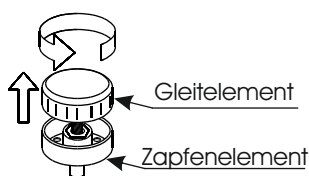
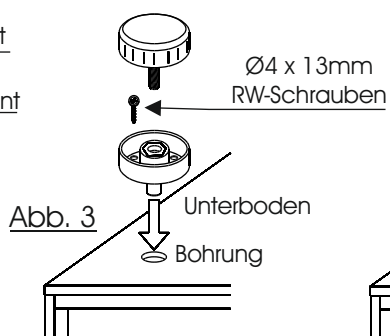

Abb. 2
Abb. 3
3. Drehen Sie den Sockelgleiter auseinander. (Abb. 2) und stecken das Zapfenteil in die entsprechenden Bohrungen des Unterbodens. Sichern Sie den Gleiter mit je einer $\text{Ø}4 \times 13\text{mm}$ RW-Schraube. Anschließend wird das Gleitelement wieder aufgeschraubt. (Abb. 3)
Entfernen Sie von der Rückseite der Beleuchtung die Schutzfolie des Klebestreifens und kleben Sie, wie in Abbildung 2 beschrieben, die Beleuchtung an das Wandpaneel.
3. Montieren Sie, wie in der unteren Abbildung dargestellt, das Rückwandpaneel mit dem Glasboden und der Abschlussleiste. Verwenden Sie hierzu die mitgelieferten Holzdübel und die Ø4x60 Schrauben. (Abb. 2)